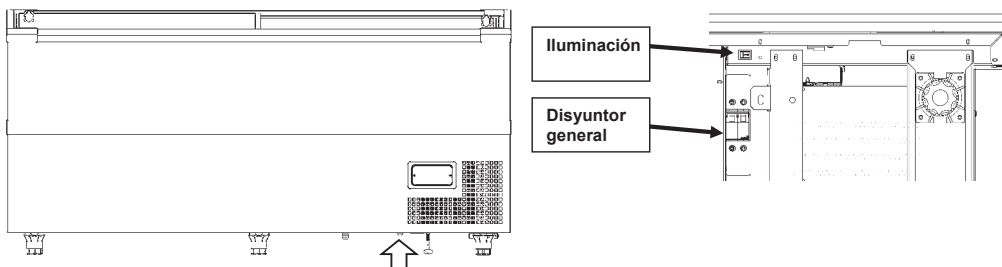

Figura 1: Ubicación del interruptor, la iluminación y el disyuntor
- 2 - La iluminación interna se puede encender o apagar a través de un interruptor ubicado en la región inferior derecha del equipo, debajo del controlador electrónico, como se muestra en la figura 1.
- 7 - Las islas INR tienen un disyuntor ubicado en la región inferior derecha, como se muestra en la figura 1.
- 1 - El equipo cuenta con un sistema de protección de corriente eléctrica a través de un disyuntor que se encuentra en la región inferior derecha del equipo, como se muestra en la figura 1. El disyuntor se activa si hay una sobrecarga de corriente eléctrica.
- 2 - El equipo se puede encender o apagar a través de este disyuntor ubicado en la región inferior de la isla de visualización, como se muestra en la figura 1.